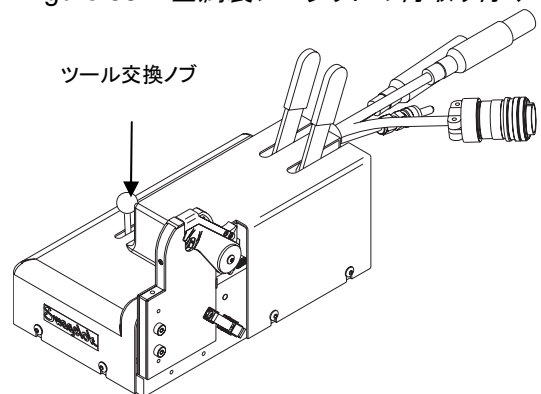

Figure 59 ツール交換ノブの再取り付け
22. ツール交換ノブを再び取り付けます。**Fig.59** をご参照ください。